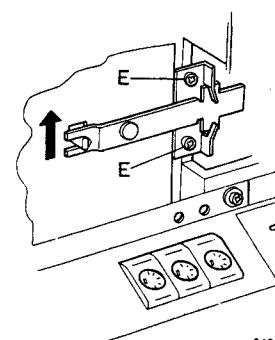

Fig. 15
- Entferne das Kupplungsstück vom Schieber; drücke hierzu den Nocken vom Kupplungsstück aus der Öffnung im Schieber (siehe Abb. 15).